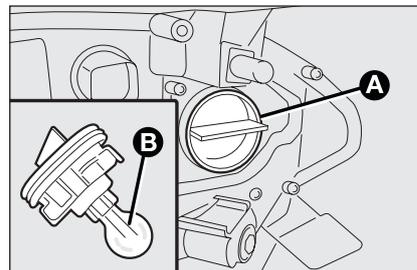

fig. 23
- extraiga la lámpara **B**-fig. 23 y sustitúyala;